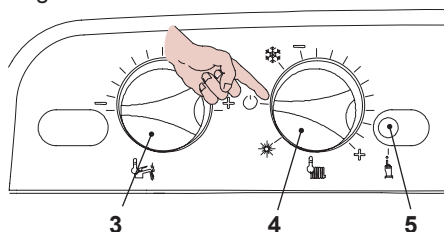

Fig. 6.7
- Spegner la caldaia portando il selettore di funzione 4 sulla posizione "U" come in Fig. 6.7.